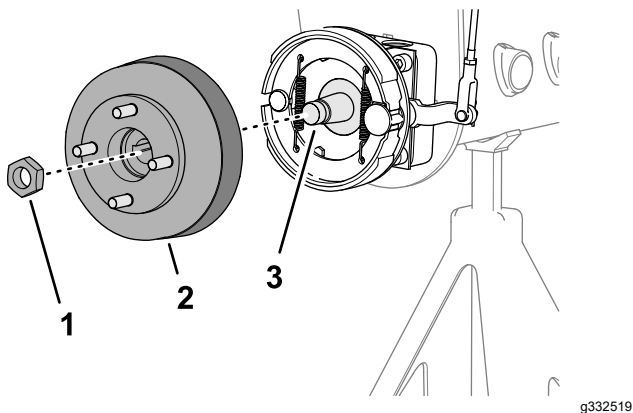
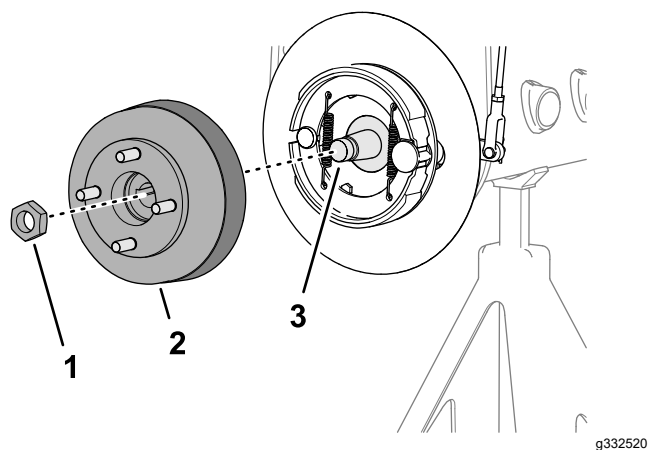

图 63
图 64
1. 卸下将轮毂固定到车轮马达轴上的锁紧螺母 图 63 或 图 64。
4. 使用指定的轮毂拉拔器从车轮马达轴上卸下轮毂和制动鼓 图 63 或 图 64。